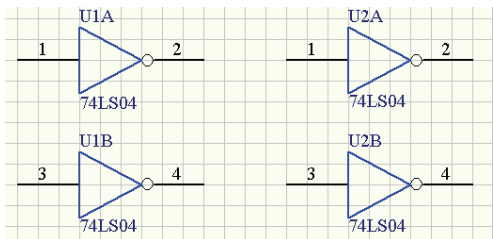

图 2-95 以字母显示后缀
- Alpha: 选中该单选按钮，则后缀以字母表示，如 A、B 等，如图 2-95 所示为元器件